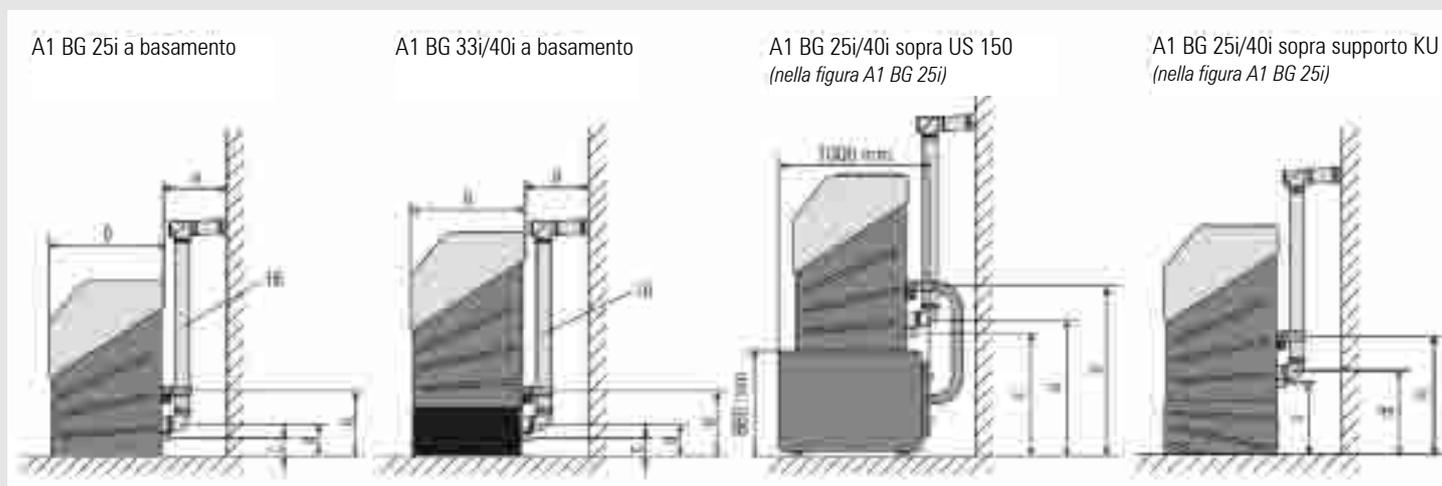
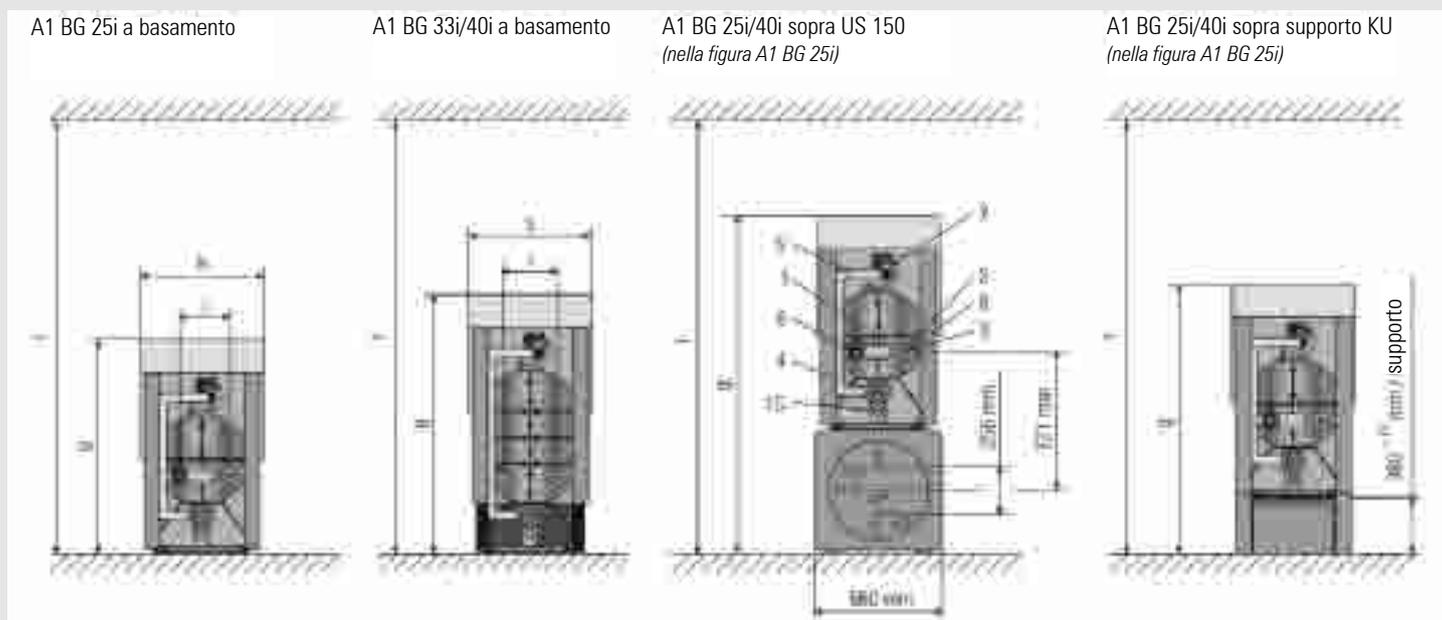

Fig. 1.1: tipi d'installazione vista laterale
Fig. 1.2: tipi di installazione vista posteriore
Dopo aver tolto l'imballaggio si sistema la caldaia nella posizione desiderata. Le misure possono essere rilevate dalla **fig. 1.1** o **fig. 1.2**. I collegamenti devono essere eseguiti in modo da permettere l'apertura completa della caldaia A1. La posizione della caldaia deve essere orizzontale. Grazie ai piedini regolabili della caldaia, eventuali irregolarità del pavimento possono essere compensate.
Sul lato posteriore di A1 si trovano due raccordi con filettatura maschio 1¼" o 1" femmina (**ritorno pos. 1, mandata pos.2 in fig. 1.1**). La caldaia A1 è dotata di un'unica mandata e ritorno per il circuito riscaldante ed il carico dell'accumulatore.
L'impianto di riscaldamento deve essere riempito soltanto dopo la conclusione dei lavori d'installazione. Il rubinetto di riempimento e di svuotamento con manometro **pos.3 (vedi fig.1.2)** si trova sul lato posteriore sinistro. Vi si collega un tubo da ½" e lo si fissa con una fascetta. Aprite il rubinetto di carico, **pos.3 (vedi fig.1.2)** della caldaia ed iniziate il riempimento dell'impianto con acqua fino a quando il manometro segna 1,5 bar di pressione.